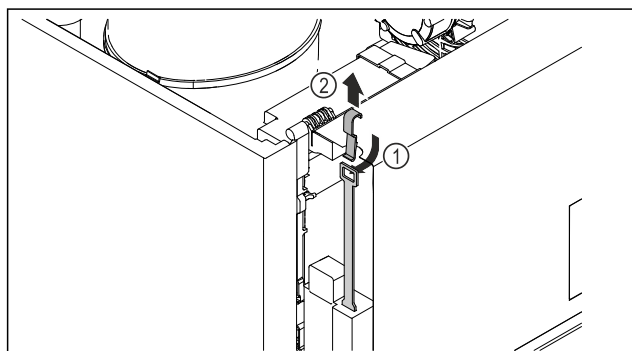

Fig. 244
- ▶ Tegye be a vészkioldó kulcsot felülről Fig. 244 (1), akassza be a zárba, és húzza felfelé Fig. 244 (2).